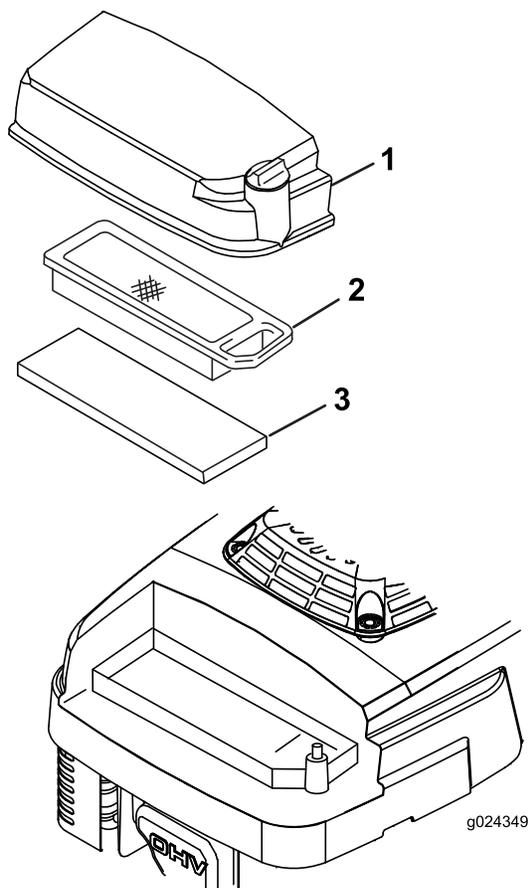

Figura 17
3. Allentate la vite sul coperchio del filtro dell'aria (Figura 17).
5. Togliete e controllate i filtri di carta dell'aria (Figura 17) e sostituiteli se sono eccessivamente sporchi.
6. Togliete il prefilto in schiuma sintetica (Figura 17) e lavatelo con acqua e detersivo neutro, infine tamponatelo finché non è asciutto.